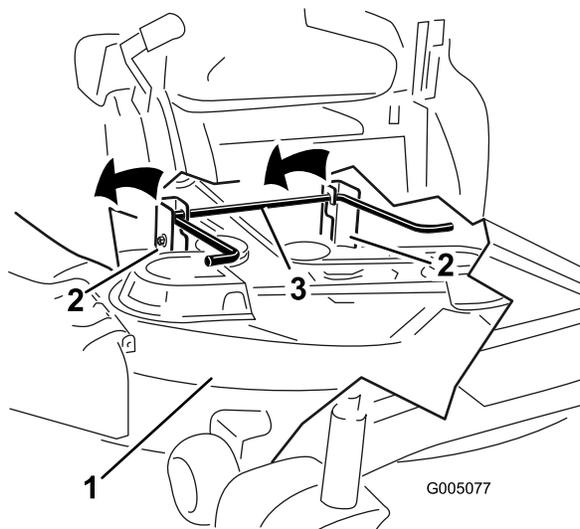

Figure 57
6. Soulevez et enlevez le tablier de coupe et les supports de la tige de levage arrière et abaissez la tondeuse au sol avec précaution (Figure 57).
5. Soulevez l'arrière du tablier de coupe et guidez les supports sur la tige de levage arrière (Figure 57).